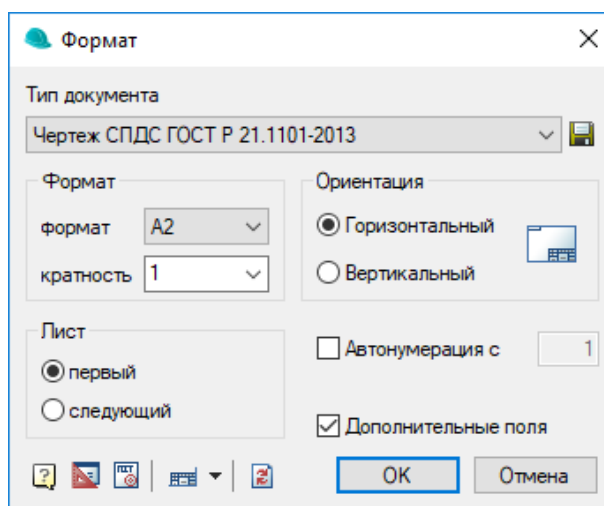

Рис. 1.1.4 Параметры формата
4. Выберем требуемые размеры формата (рис.1.1.4)